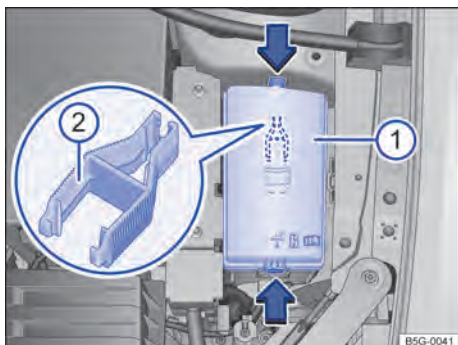

Fig. 221 No compartimento do motor: cobertura ① da caixa de fusíveis com pinça de plástico ②.
- Pressionar os botões de travamento no sentido da seta para destravar a cobertura da caixa de fusíveis ⇒ Fig. 221 ①.